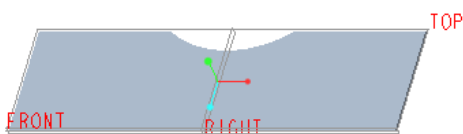
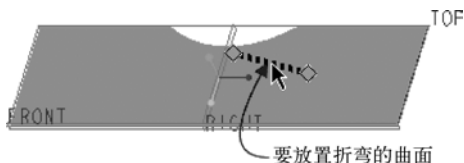

图 1-194 原始钣金件
图 1-195 选择要放置折弯的曲面
(1) 在“快速访问”工具栏中单击 (打开) 按钮, 弹出“文件打开”对话框, 浏览并选择 bj_1_5_1b.prt 文件, 单击“打开”按钮。文件中存在着的原始钣金件如图 1-194 所示。
(2) 在功能区“模型”选项卡的“折弯”组中单击 (折弯) 按钮, 打开“折弯”选项卡。
(3) 选择要放置新折弯的曲面, 如图 1-195 所示。